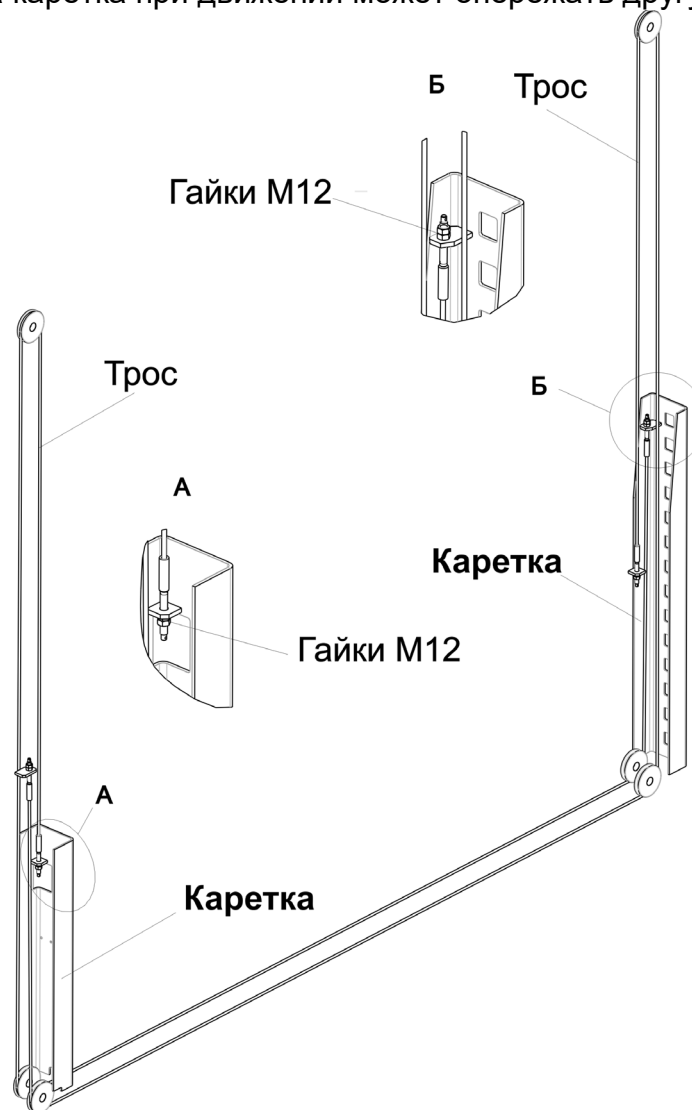

Рисунок 5 - Схема запасовки синхронизирующих тросов
6.6 Поднять каретки погрузчиком или другими подъемными средствами и установить их на стопоры (на высоте около 600 мм от пола). Установить тросы системы синхронизации кареток (см. Рисунок 5). Для облегчения монтажа тросов в каретках использовать тонкую проволоку, продетую через отверстие в наконечнике троса, убедиться, что тросы расположены на блоках. Отрегулировать натяжение тросов, путем закручивания гаек М12, до одинаковой степени натяжения, затем законтрить. При чрезмерном натяжении тросов каретки движутся прерывисто. При недостаточном натяжении тросов одна каретка при движении может опережать другую.